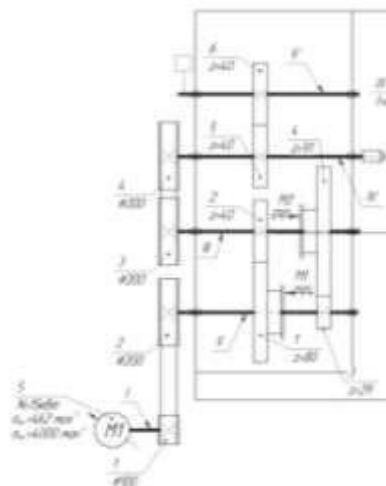

Рис. 1
**5. Какой привод показан на схеме (Рис.1)?**
**6. Какие муфты используются в приводе (Рис.1) ?**
**8. Какие передачи используются в приводе (Рис. 1) в качестве постоянных передач?**
**9. Какие передачи используются в коробке (Рис.1)?**